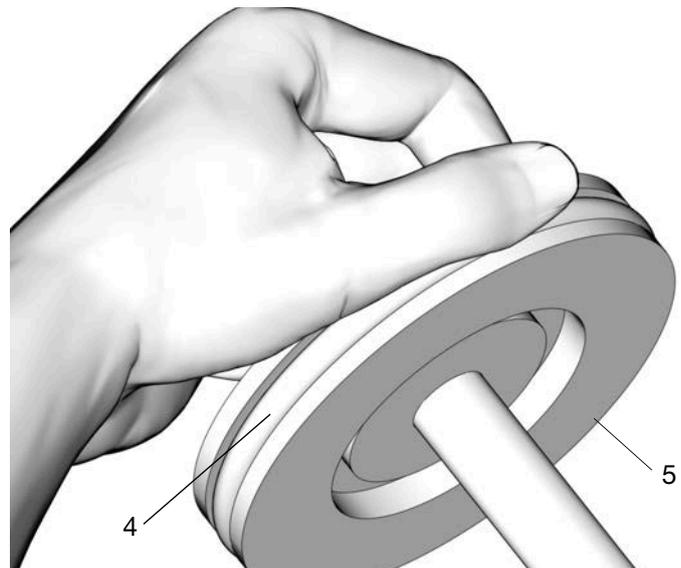

FIG. 32
8. Applicare un sottile strato di grasso alla guarnizione del pistone (4). Installare la tenuta attorno al pistone (5) come mostrato in FIG. 32.